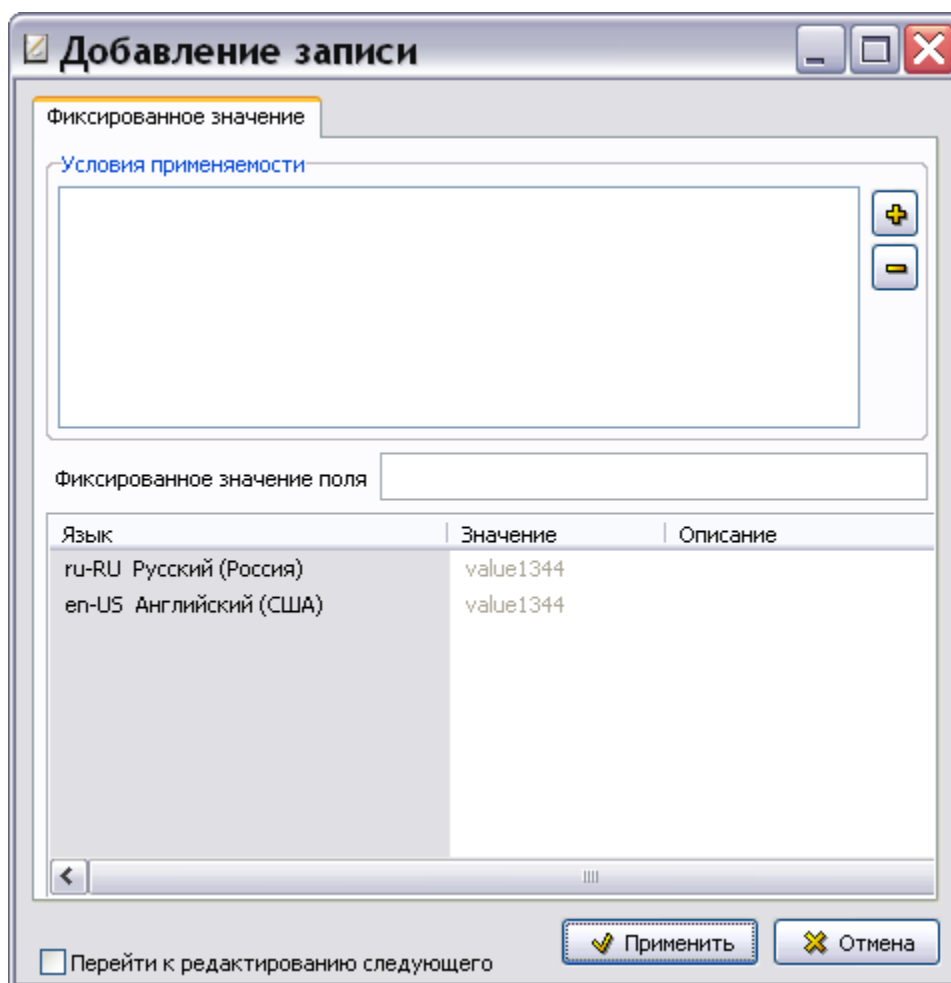

Рис. 2.21
3. В нижнем правом окне нажмите на кнопку . После этого появится диалоговое окно **Добавление записи** для фиксированного значения (Рис. 2.21).